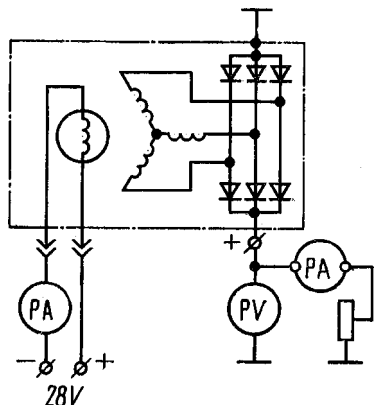

Рис. 340. Схема соединений при проверке технического состояния генератора
**Проверка обмотки возбуждения ротора.** Исправность обмотки проверяйте тестером (омметром), при этом следите за надежностью контакта наконечников измерительных проводов прибора с контактными кольцами ротора. Величина сопротивления должна соответствовать значению, указанному в технической характеристике генератора, если обмотка не имеет короткозамкнутых витков. Если в обмотке имеется обрыв, то стрелка омметра не отклоняется. Исправность обмотки и надежность прилегания щеток к контактному кольцам можно проверить на стенде, не разбирая генератор. Схема проверки изображена на рис. 340. При напряжении источника питания постоянного тока 28 В, подсоединенного к штекерам обмотки, величина потребляемого тока не должна превышать значения, указанного в технической характеристике генератора. Если в обмотке имеется обрыв, то стрелка амперметра не отклонится.